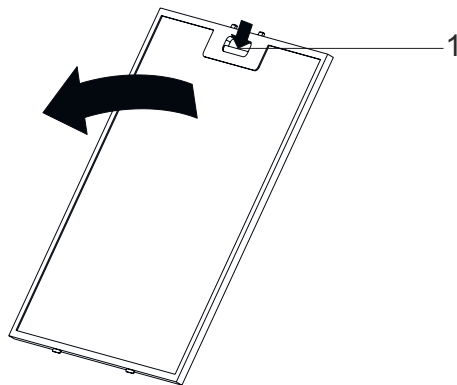

Fig. 6
- Premere l'aletta del filtro in alluminio (1) e tirare il filtro in alluminio nella direzione della freccia (Fig. 6).